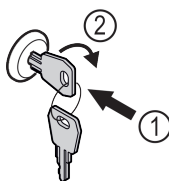

Fig. 194
- ▶ Uvucite ključ. Fig. 194 (1)
- ▶ Okrenite ključ za 90° nadesno. Fig. 194 (2)